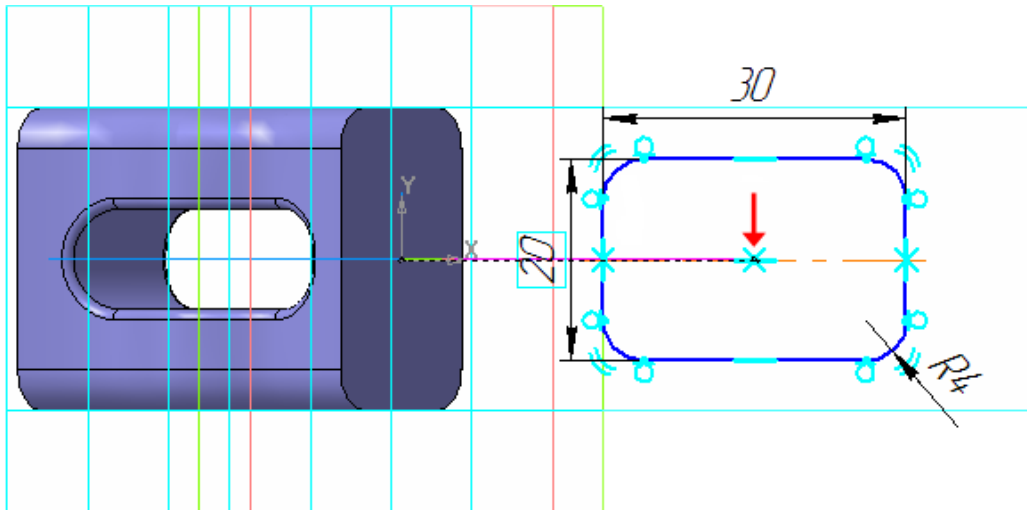

Рисунок 36.
- Вставьте из буфера обмена созданный ранее параметрический контур и обеспечьте размещение его центра в конечной точке дуги (красная стрелка) (рис. 36).